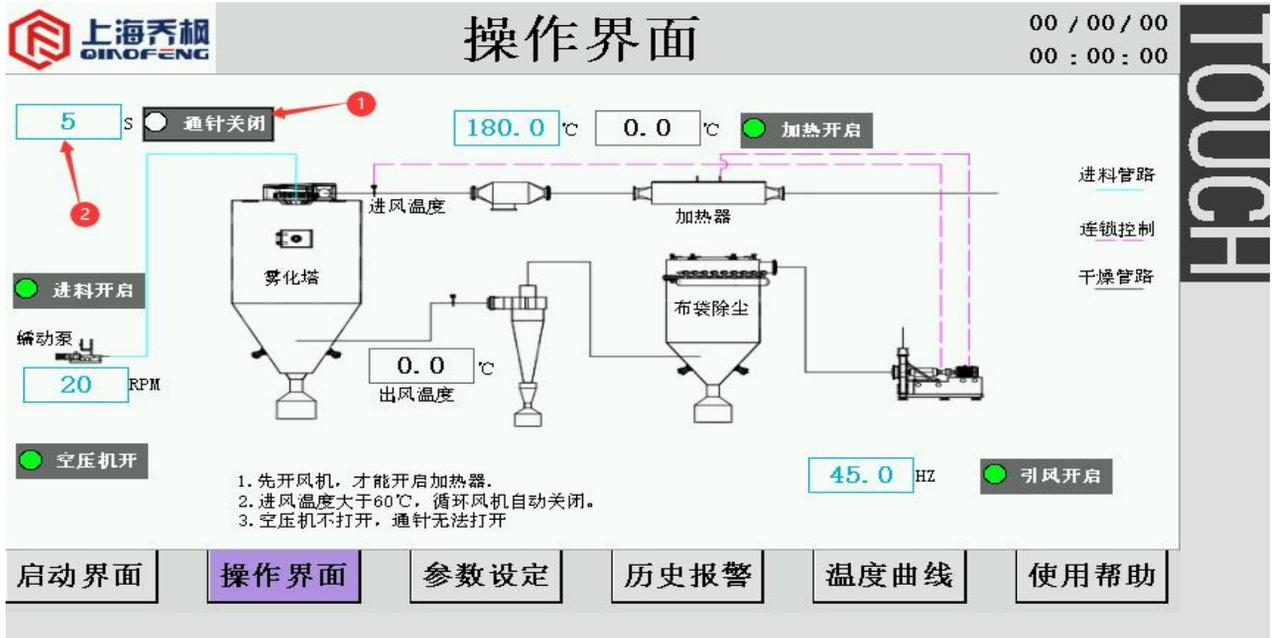

图 14
(3) 点击通针开关 1，通针停止。显示状态如图 14 所示。